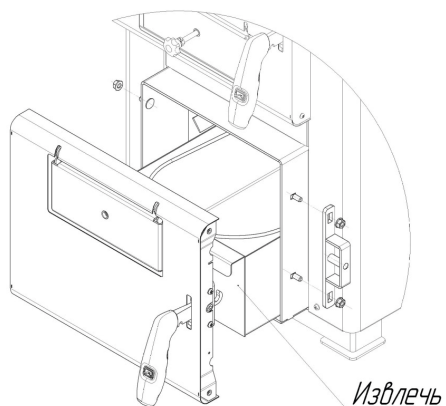

Рисунок 2.2
2. Выкрутить гайки крепления кронштейна двери и петли запорного механизма ручки и демонтировать их. Также необходимо извлечь ящик зольника. Рис. 2.2